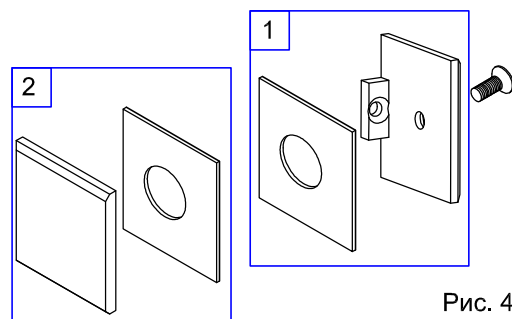

Рис. 4
2.1. Шестигранным ключом раскрутить оба держателя стекла №5. (Рис.4)
2.2. С внутренней стороны стекла в вырез установить комплект 1 держателя (рис.4). Отметить на стенах места
2.8. Установить комплекты 2 держателей (рис.4) с внешней